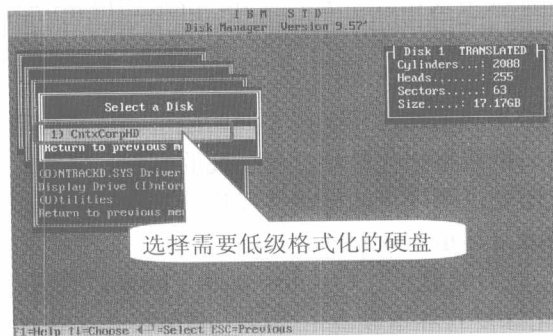

图 8-8 选择需要低级格式化的硬盘
步骤⑤ 按回车键，进入低级格式化界面，选择需要低级格式化的硬盘，如图 8-8 所示。若是有两块以上的硬盘或是有其他的需要，则要有选择地进行操作。